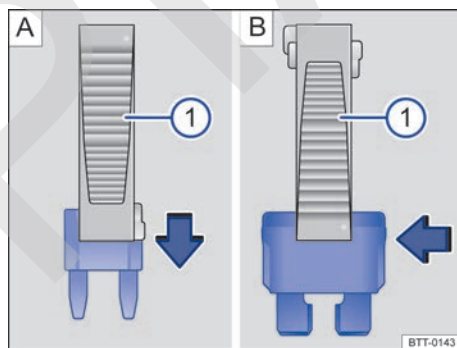

Fig. 165 Quitar o instalar un fusible con la garra de la pinza de plástico ①.
- De ser necesario, retire la pinza de plástico → **fig. 165 ①** del soporte. El soporte se encuentra en la parte trasera de la caja de fusibles cerca de la toma de diagnóstico.
- En caso de *fusibles pequeños*, encaje la garra **①** por arriba → **fig. 165 A**.
- En caso de *fusibles mayores*, empujar la garra **①** lateralmente sobre el fusible → **fig. 165 B**.
- Si el fusible está quemado, cambie el fusible por uno nuevo de la *misma* intensidad de corriente (mismo color e inscripción) y del *mismo* tamaño → **①**.